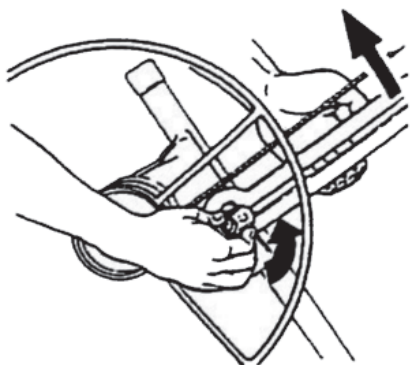

Bild. 24
- Håll stoppkroken i läge med vänster hand och rotera vinschen framåt med höger hand. (Bild 24)